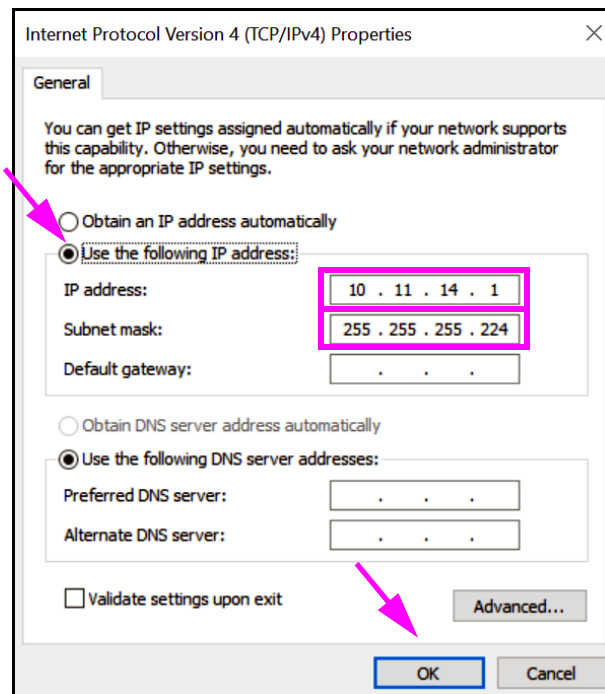

Figura 2-49. Schermata Internet Protocol Version 4 (TCP/IPv4) Properties [Proprietà protocollo Internet versione 4 (TCP/IPv4)]
9. In questa schermata, selezionare **Use the following IP address:** (Utilizza il seguente indirizzo IP:). Vedere la Figura 2-49.